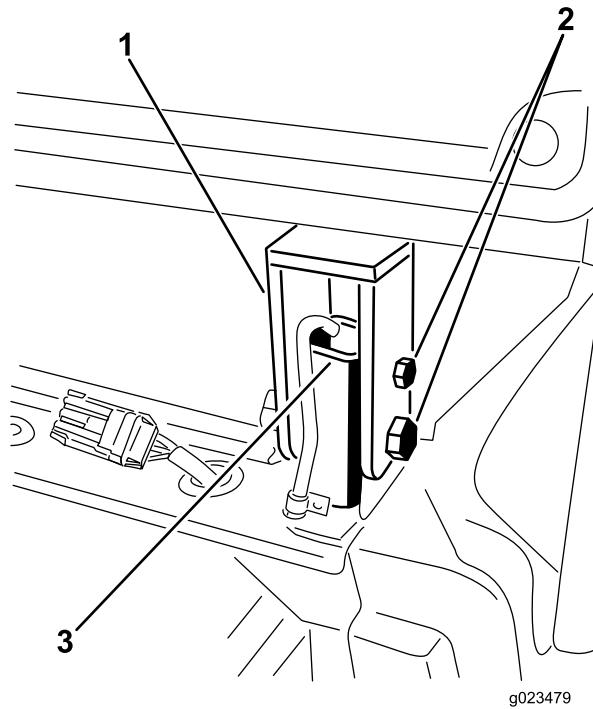

Figure 26
14. Serrez les boulons et écrous pour fixer les supports arrière de la cabine aux montants du système de protection antiretournement (Figure 26).